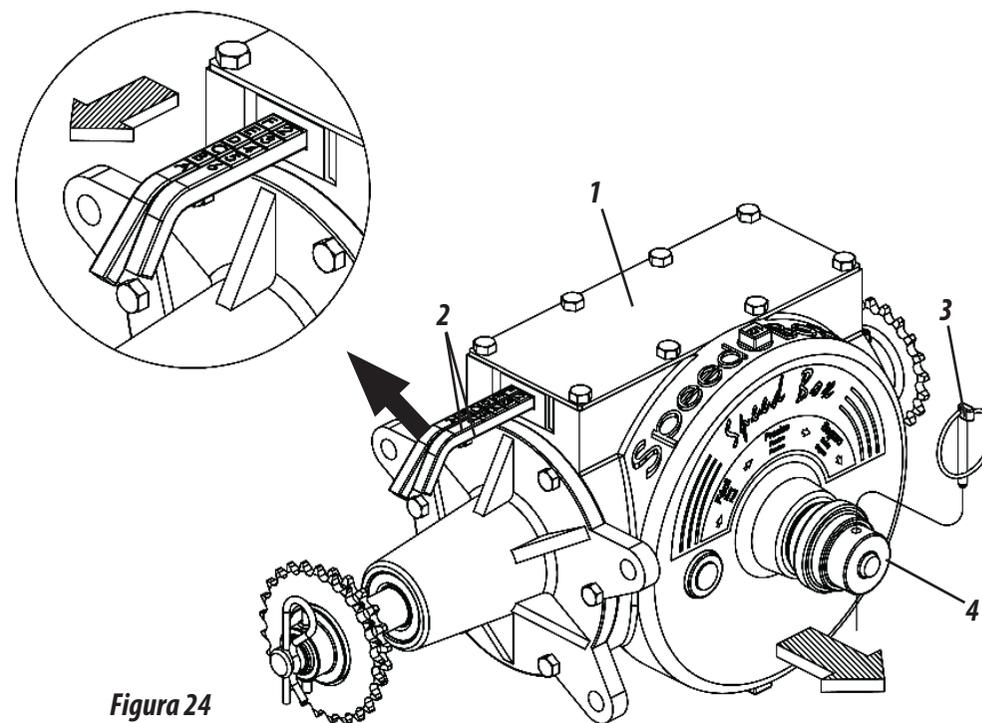

Figura 24
02 - Seleccione la cantidad deseada en las tablas y verifique la combinación correspondiente en las palancas (2). Ejemplo: Posición F2 en la tabla, indica que la palanca con letras debe estar en la posición "F" y la palanca con números debe estar en la posición "2", según muestra la figura 24.